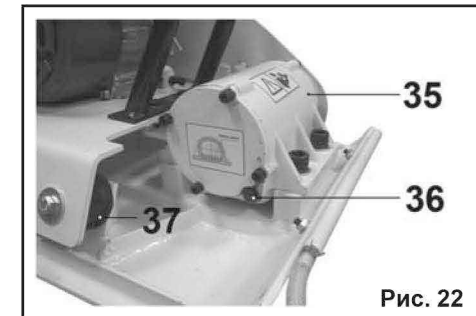

Рис. 22
9.5. Замена масла в вибраторе (Рис.22).
9.6. Контроль и замена амортизаторов (Рис. 22).